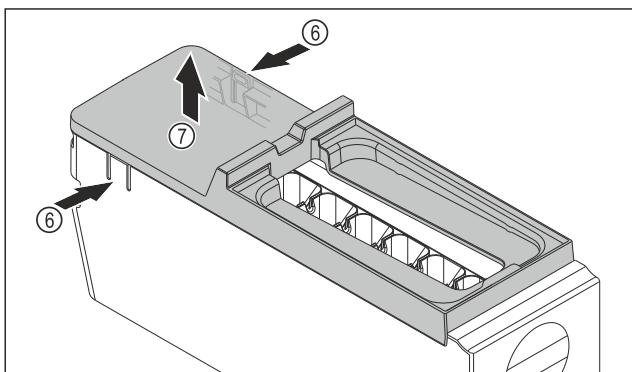

Fig. 142
- Зняти кришку з корпусу EasyTwist-Ice: натиснути однією рукою на накладки Fig. 142 (6) з обох боків корпусу EasyTwist-Ice.
- Зняти кришку Fig. 142 (7), потягнувши її вгору іншою рукою.